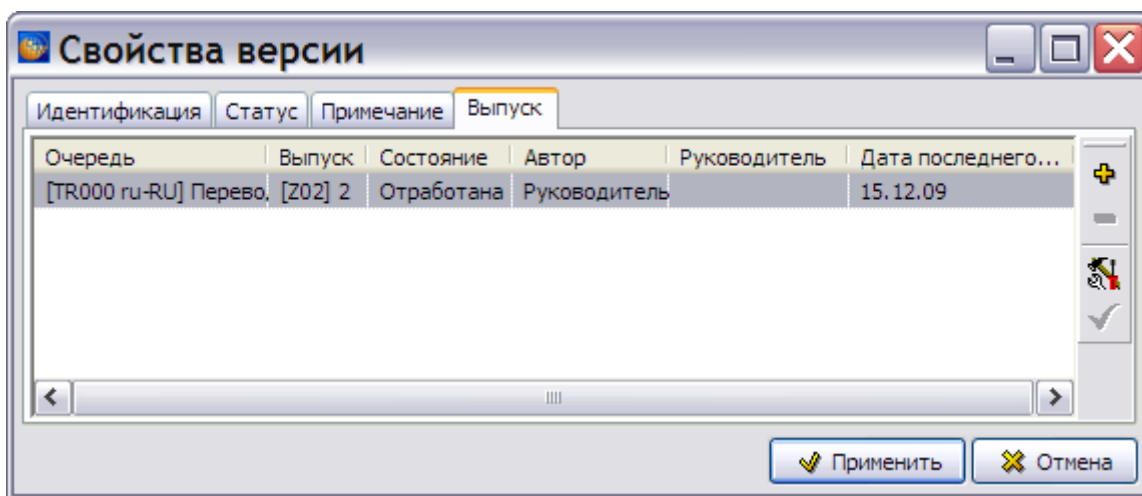

Рис. 23.30
3. Откройте вкладку **Выпуск** (Рис. 23.30).
Нажатие на одну из кнопок **Установить статус версии «В разработке»**  или **Установить статус версии «Отработана»**  приведет к соответствующему изменению состояния связанной с выпуском версии, что отобразится в окне **Свойства версии** (Рис. 23.30).